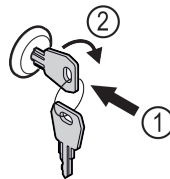

Fig. 173
- Schlüssel hineindrücken. Fig. 173 (1)
- Schlüssel um 90° im Uhrzeigersinn drehen. Fig. 173 (2)